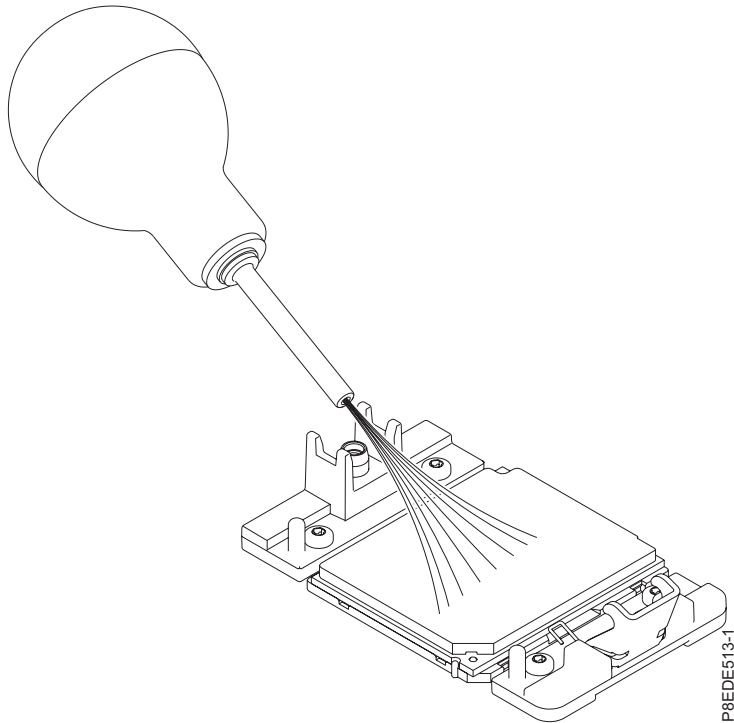

Figura 4. Extracción de los restos de polvo o suciedad del área del módulo del procesador del sistema
- a. Si hay restos de polvo o suciedad, utilice la bomba de aire suministrada (número de pieza 45D2645) para limpiar el área del módulo del procesador del sistema. Si su bomba de aire no se ha ensamblado según lo que se muestra en la Figura 4 en la página 7, fije la punta a la bola. Sopla pequeñas ráfagas de aire desde el centro a los lados del módulo del procesador del sistema, como se muestra en la Figura 4 en la página 7.